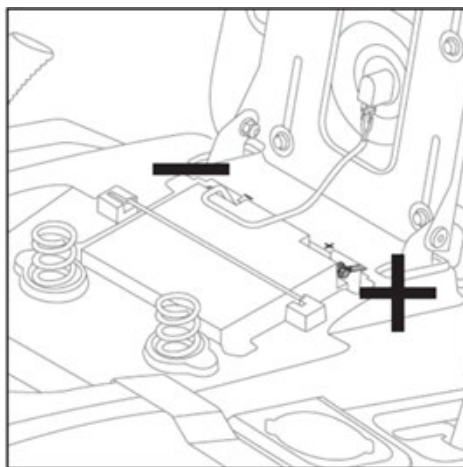

Fig.8
2. Conecte el cable negativo (negro) al terminal negativo de la batería usando el perno y la tuerca (Fig.8).